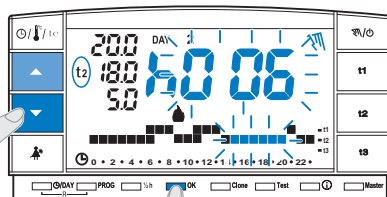

fig. 46
- Con las teclas ▲▼ configurar el valor deseado, luego presionar **OK** para confirmar (ejemplo fig. 46).